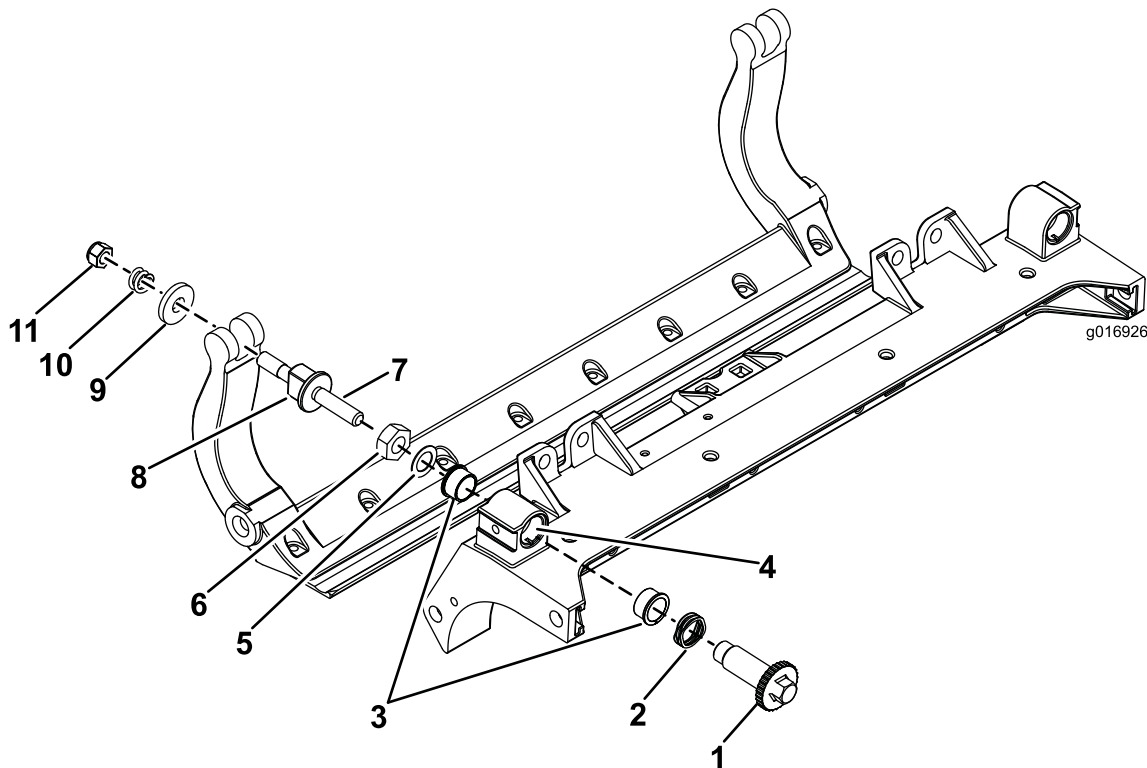

图33
1. 拆除所有零件请参阅 HD DPA 套件型号 120-7230 安装说明和图33。
2. 将防粘剂涂抹到滚刀组中心机架图33的轴套区内侧。
3. 将凸缘轴套上的键与机架的槽对准然后安装轴套图33。
4. 将一个波形垫圈安装到调节器轴上然后调节器轴滑入滚刀组机架中的凸缘轴套内图33。
5. 用扁平垫圈和锁紧螺母固定调节器轴图33。上紧锁紧螺母扭矩至 2027N·m。
11. 在两个尼龙垫圈的外侧各放一个钢垫圈图33。
注意 内侧的垫圈可能有空隙图33。
13. 旋紧每个底刀架调节器总成上的螺母直到加压弹簧完全压缩然后往回松开 1/2 圈图33。